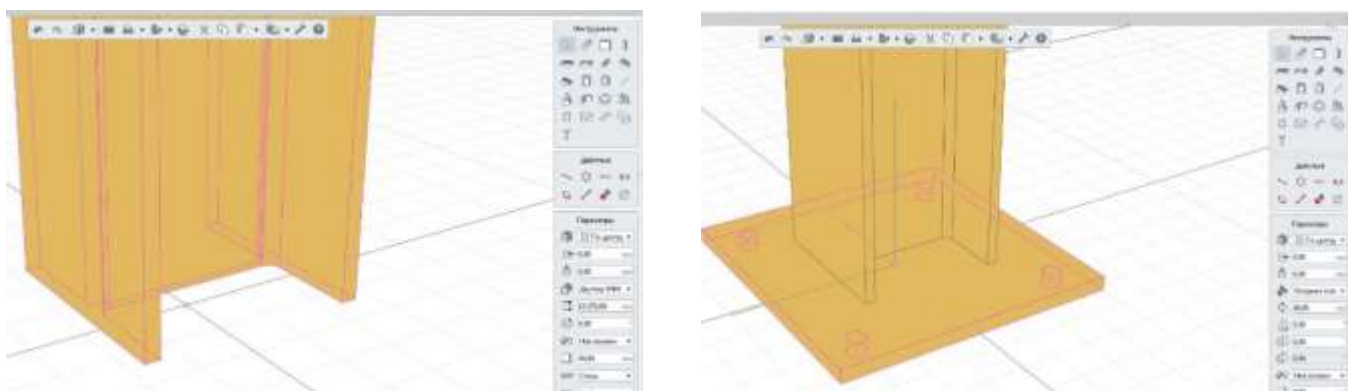

Рисунок 14.7 - Смещение низа колонны на толщину пластины. Размещение опорной пластины
4. Создаём опорный узел. Для удобства моделирования я добавил еще один уровень и присвоил ему имя *Низ колонн*. Все элементы базы колонны буду привязывать к этому уровню и задавать им необходимое смещение. Помимо пластин, сама колонна также зависит от этого уровня. Поэтому для того, чтобы узел был сформирован правильно, необходимо задать смещение низа колонны на толщину пластины — в данном случае это значение равно 40 мм (рис. 14.7).
После размещения опорной пластины необходимо задать ей толщину (40 мм). Результат этого действия можно увидеть на рис. 14.7.